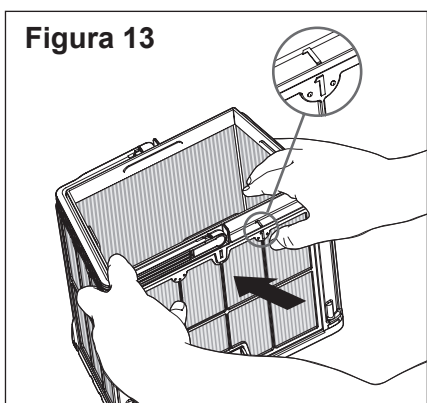

Figura 13
1. Las mallas de filtro y los lados de la canasta de filtro tienen un número estampado. Las mallas del filtro solo encajan en el lado correspondiente de la canasta. Ver **Figura 13**.
2. Presione firmemente con sus pulgares la parte superior de la malla 1 hacia adentro para desmontarla de la canasta. Ver **Figura 13**.